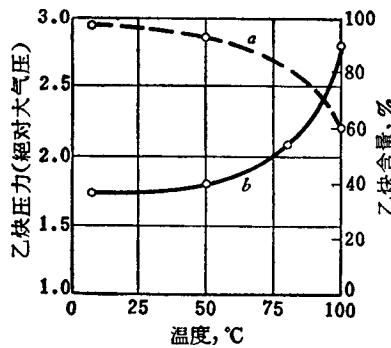

图 1 同水混合时，乙炔最低分解压力与溫度的关系：
2) 乙炔內含水对分解爆炸的影响。同水混合时，乙炔最低分解压力和溫度的关系示于图 1。